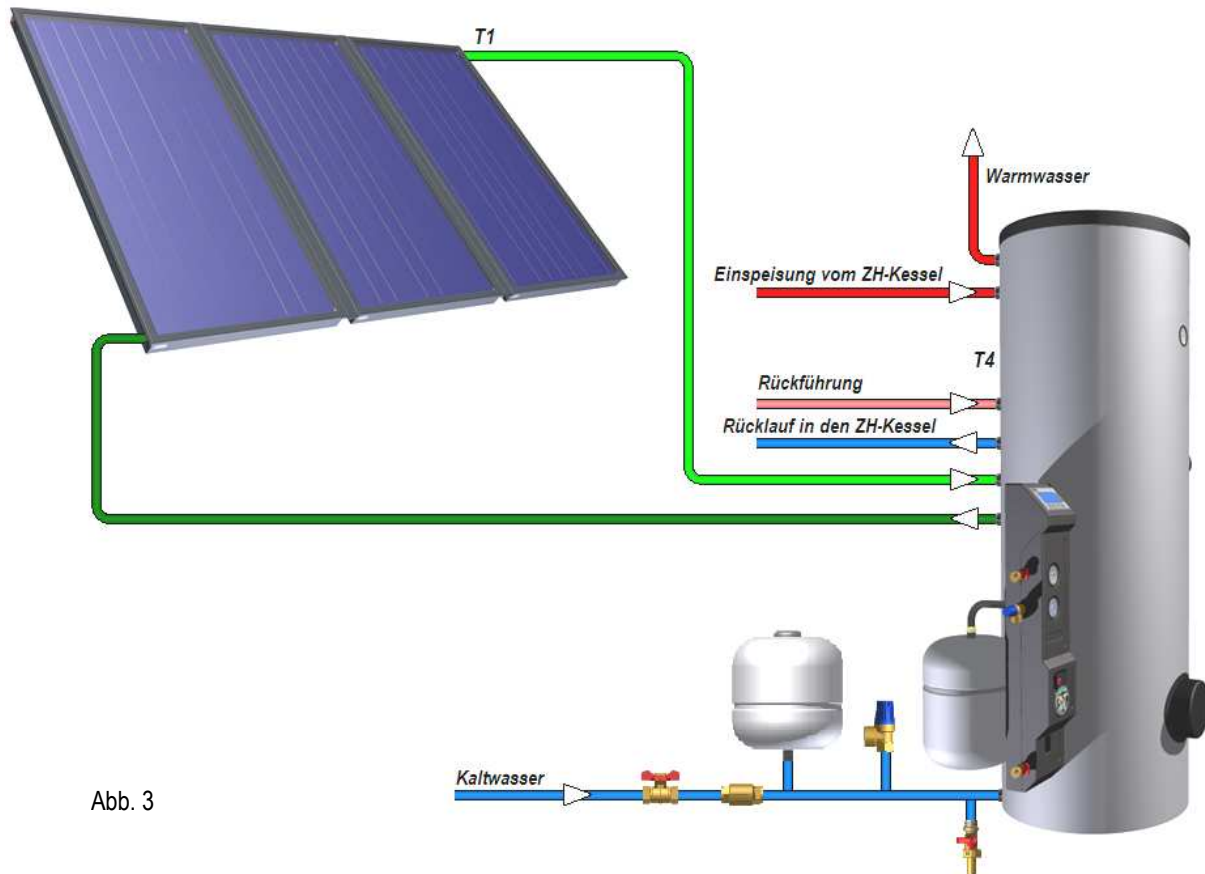

Abb. 3
- Den Erhitzer an Sonnenkollektoren sowie an Kaltwasserleitung gemäß dem obigen Schaltbild der Anlage (**Abb. 3**) hydraulisch anschließen.